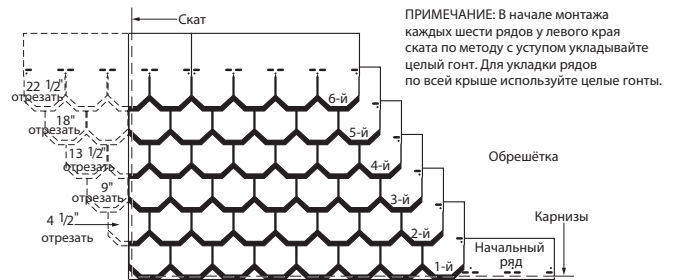

Рис. 16-15. Шесть вверх, на 11,4 см обрезка (гонт Carriage House).
- Вбейте гвозди в начальный полосовой гонт примерно на 3,8 см выше нижнего края таким образом, чтобы они были выровнены по центру под язычками гонта первого ряда. Продолжите укладку вдоль карнизов, используя целые гонты размером 25,4 x 91,4 см (Рис. 16-15).
**1-й РЯД:** Уложите целый гонт в левом нижнем углу крыши, расположив язычки вровень с начальным рядом (Рис. 16-15).